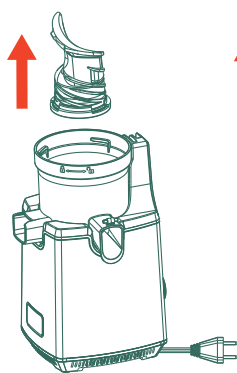
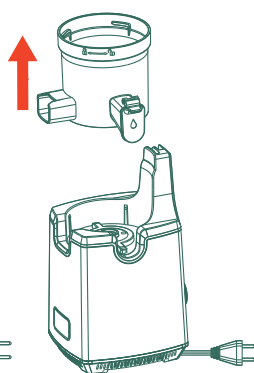

Fig. 12
Fig. 13
3. Retire el tornillo de prensado tirando hacia arriba. Si es muy difícil, balancee suavemente y tire. (Fig. 12) Retire el tazón de extracción levantándolo verticalmente hacia arriba. (Fig. 13)